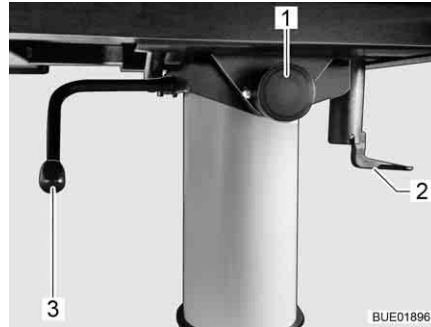

Fig. 101 Ajuste de la mesa elevadora
- Plegar hacia abajo la palanca de bloqueo (Fig. 101,2).
- Tirar el botón (Fig. 101,1) del bloqueo hacia delante y girar el tablero de la mesa hacia arriba.
- Girar la palanca (Fig. 101,3) debajo del tablero de la mesa 180° en sentido de las agujas del reloj. El mecanismo de elevación en la pata de mesa se desbloquea.
- Girar la palanca (Fig. 101,3) debajo del tablero de la mesa 180° en sentido de las agujas del reloj. El tablero de la mesa se desplaza automáticamente hacia arriba hasta el tope final.